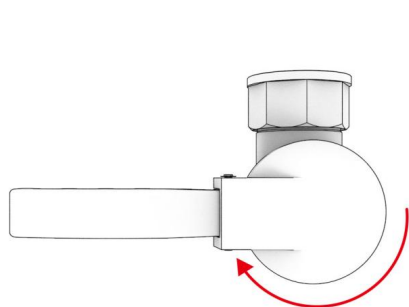

Рис. 4.1
9.9.1 Поднимите ручку и поверните в соответствии с направлением (см. Рис. 4.1), указанной стрелкой (при плохой смазке и сопротивлении вращению, пожалуйста, опустите кран на минуту в горячую воду и осторожно откройте).